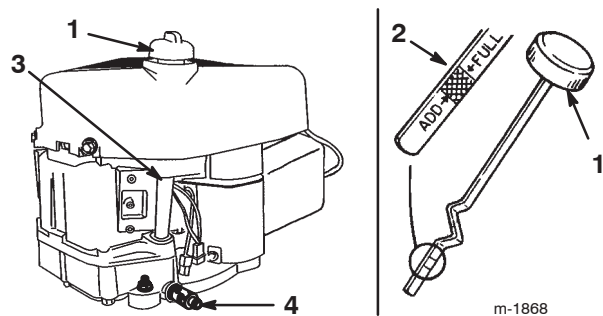

Figure 18
7. Nettoyez la surface autour de la jauge d'huile (Fig. 18) pour éviter que des impuretés ne s'introduisent dans le goulot de remplissage, ce qui risquerait d'endommager le moteur.
8. Dévissez la jauge d'huile et essuyez soigneusement l'extrémité métallique (Fig. 18).
9. Revissez la jauge complètement dans le goulot de remplissage (Fig. 18).
12. Nettoyez la surface autour du bouchon de jauge d'huile et dévissez le bouchon (Fig. 18).
13. Versez lentement environ 80% de la quantité d'huile moteur dans le goulot de remplissage (Fig. 18) (voir Entretien de l'huile moteur, page 22).